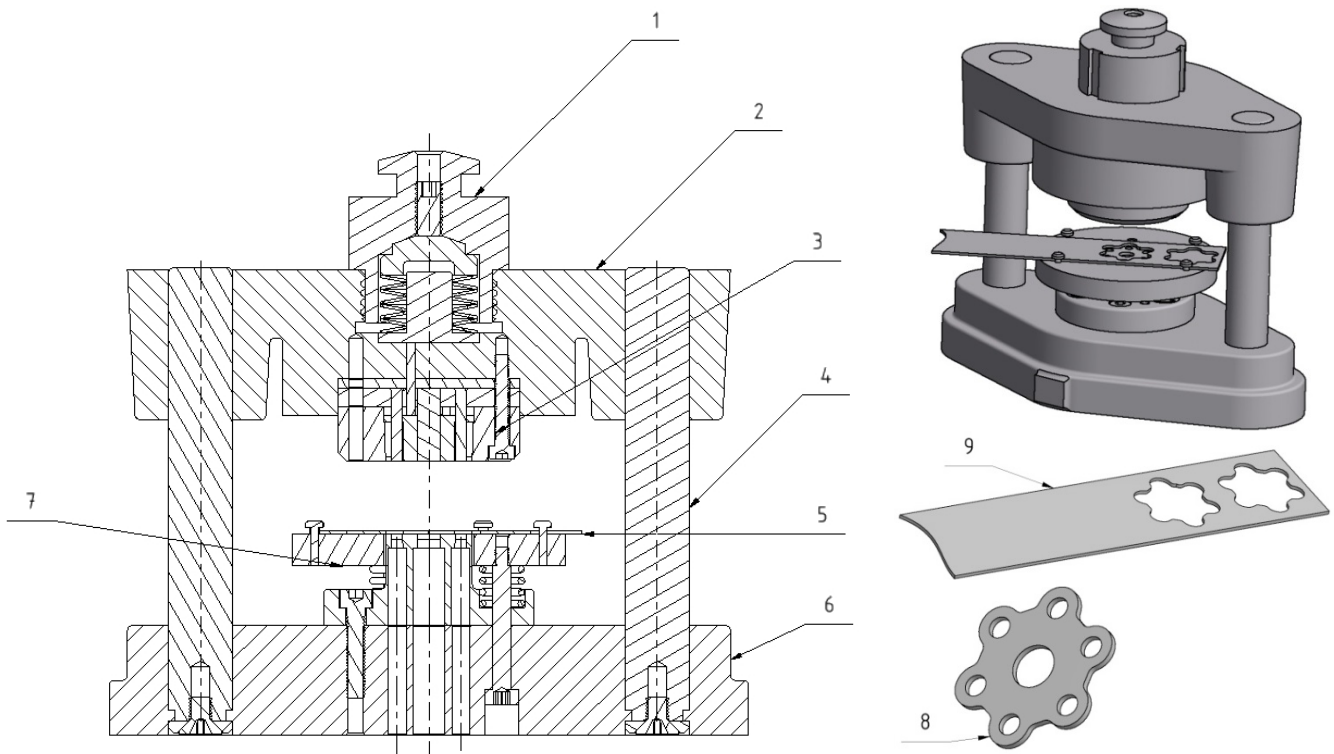

Bild 2-8 Komplett-Schnittwerkzeug Profilplatte
■ Komplettschnittwerkzeug-Profilplatte	Bild 2-8